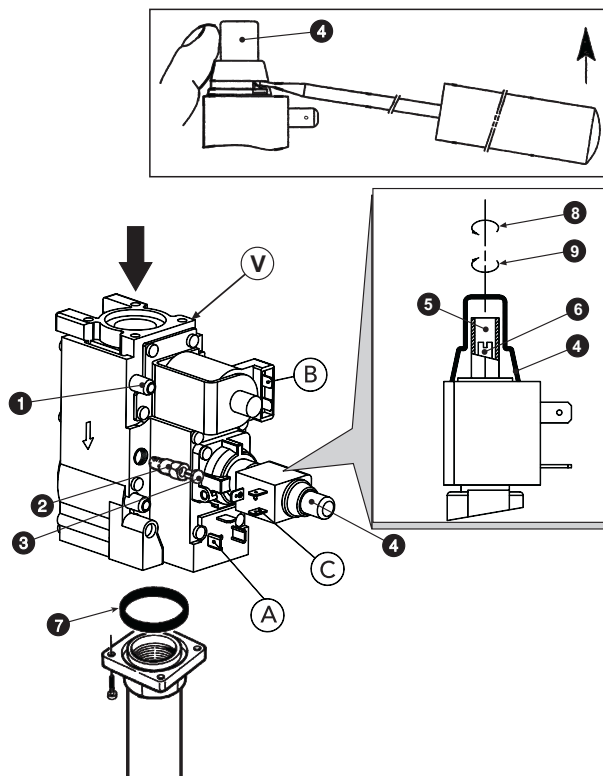

рис. 4 - Перенастройка котла на другой вид газа
Операции регулировки давления должны выполняться при работающем котле с помощью соответствующих регуляторов, установленных на 2-ступенчатых газовых клапанах (см. рис. 4)
3. Снимите защитную крышку регулятора давления 4 на рис. 4.
1. Медленно поверните ручку регулировочного термостата по часовой стрелки до 1-го щелчка; таким образом обеспечивается подача газа в отверстия А и В газового клапана (см. рис. 4).
2. Регулируйте давление с помощью винта 6 на рис. 4 и проверьте его на соответствие со значениями, приведенными в таблице технических данных на sez. 5.3.
1. Поверните ручку термостата регулировки до максимума; таким образом обеспечивается подача газа в отверстия А, В и С газового клапана (см. рис. 4).
2. Регулируйте давление с помощью винта 5 на рис. 4 и проверьте его соответствие со значениями, приведенными в таблице технических данных на sez. 5.3.
2. Снимите с газового клапана маленький колпак 3 (рис. 4), установите на клапан регулятор "STEP" зажигания 2, находящийся в комплекте перенастройки, и наденьте на него колпак 3.
Осуществляется выполнением описанных выше операций, сняв регулятор зажигания "STEP" 2 на рис. 4 с газового клапана и установив колпак 3 на рис. 4 непосредственно на клапан.